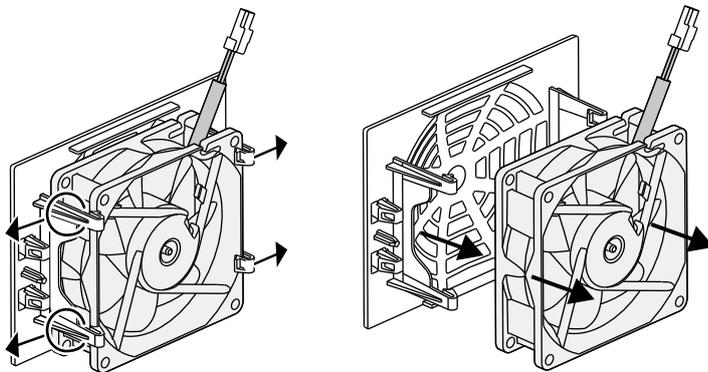

Fig. 74 : démontage de la grille du ventilateur
5. Il est encore possible de retirer le ventilateur de sa grille. Pour cela, appuyer légèrement sur les pattes de fixation vers l'extérieur et extraire le ventilateur.  **Fig. 74**